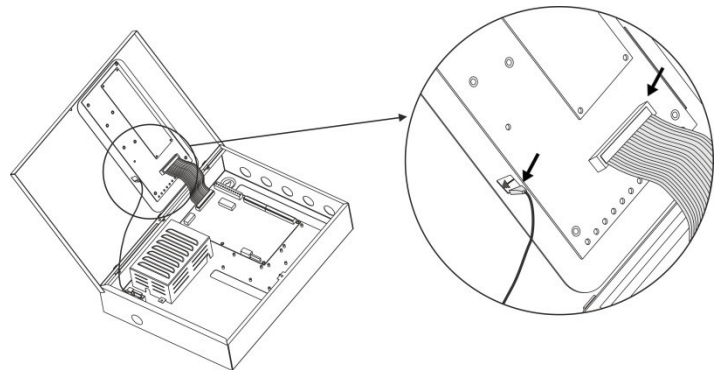

Figura 2
- Ricollegare il cavo flat ed il cavo di terra (vedere figura 2).